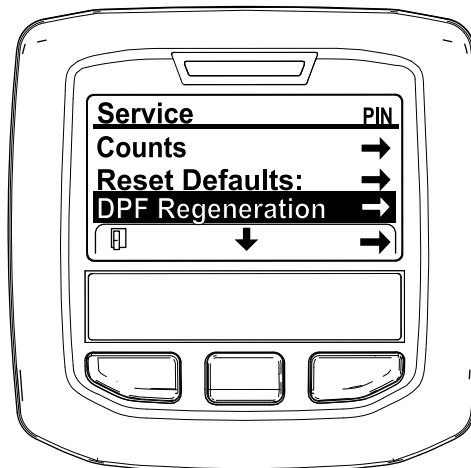

Figura 34
3. En el MENÚ SERVICIO, pulse el botón central hasta que se muestre la opción REGENERACIÓN DEL FPD, y pulse el botón derecho para seleccionar la opción REGENERACIÓN DEL FPD (Figura 34).